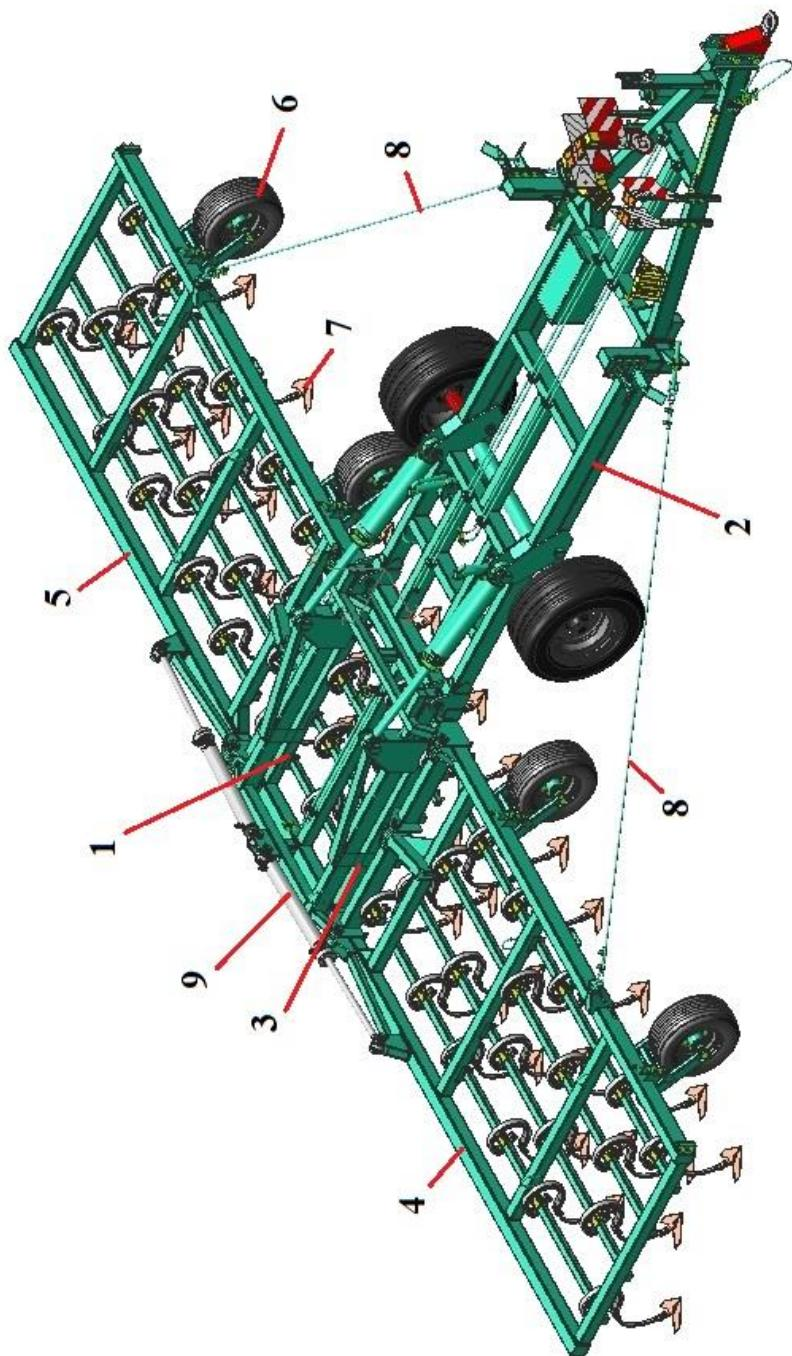

Рисунок 1 – Общий вид культиватора КПМ-8Е в рабочем положении
3.1 Культиватор КПМ представляет собой полуприцепную машину, состоящую из: рабочего полотна 1, транспортной тележки 2, стяжек крыльев 8 (кроме КПМ-БЕ), гидросистемы 9 (рисунок 1).
3.2 Рабочее полотно состоит (рисунок 1) из центральной секции 3, крыла правого 4, крыла левого 5. На полотне установлены рабочие органы 7. На крыльях установлены копирующие колёса 6 с винтовой регулировкой глубины обработки. Глубина обработки центральной секции регулируется колесами транспортной тележки.
Рисунок 1а – Общий вид культиватора КПМ-6Е в рабочем положении
(остальное см. рисунок 1)